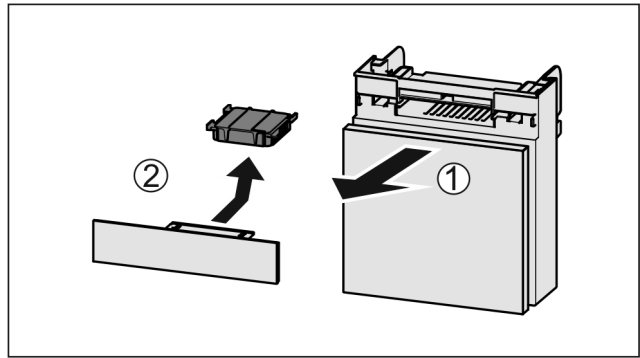

Fig. 44
- ▶ Extraiga Fig. 44 (1) el compartimiento hacia adelante.
- ▶ Retire Fig. 44 (2) el filtro de carbón activado.